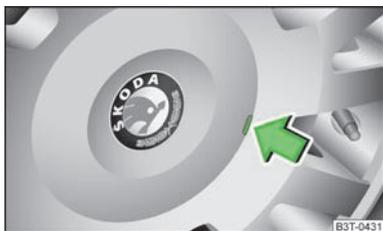

Fig. 126
- Démontez les enjoliveurs de roue avec précaution à l'aide de l'étrier métallique faisant partie de l'outillage de bord » fig. 126.